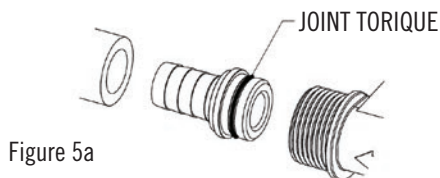

Figure 5a
5. Serrer les colliers de serrage pour sécuriser les flexibles d'aspiration et de refolement aux raccords cannelés de façon à éviter toute fuite (Figure 5a à 5c).
5. Poser le flexible de refoulement avec pistolet sur le côté refoulement de la pompe à l'aide des raccords cannelés et du collier de serrage fournis (voir Figure 5a et b, page 5).